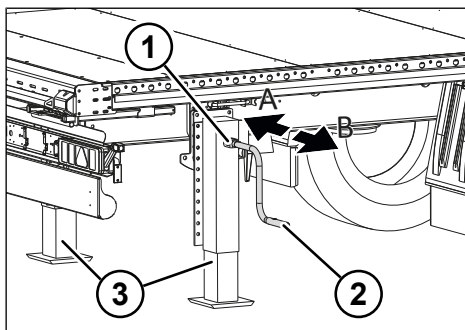

Fig. 5-6: Velocidade de carga e velocidade rápida do dispositivo de apoio traseiro
- ▶ Ligue a velocidade rápida, puxando a manivela para fora (ver "Fig. 5-6: Velocidade de carga e velocidade rápida do dispositivo de apoio traseiro", p. 32).
- ▶ Ligue a velocidade de carga, pressionando a manivela para dentro (ver "Fig. 5-6: Velocidade de carga e velocidade rápida do dispositivo de apoio traseiro", p. 32).
- ▶ Ajuste a velocidade de carga, pressionando a manivela para dentro (ver "Fig. 5-6: Velocidade de carga e velocidade rápida do dispositivo de apoio traseiro", p. 32).
- ▶ Ajuste a velocidade rápida, puxando a manivela para fora (ver "Fig. 5-6: Velocidade de carga e velocidade rápida do dispositivo de apoio traseiro", p. 32).